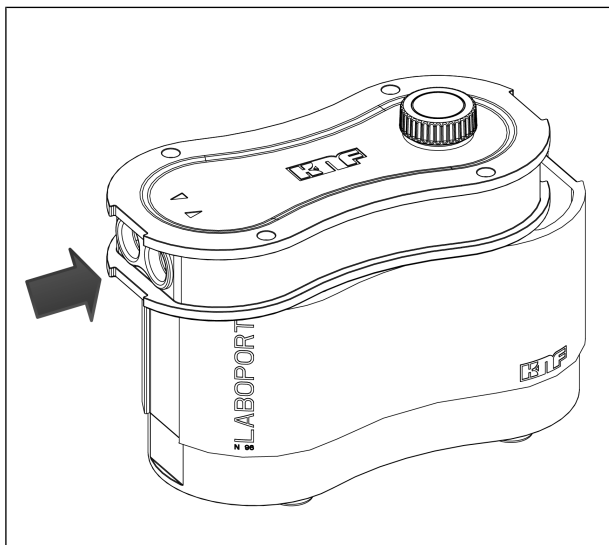

Fig.12: Glissement du couvercle du carter sur les raccords de gaz (fermer la pompe)
2. Faites glisser le couvercle du carter (2) sur les raccords de gaz jusqu'à ce que la géométrie du couvercle du carter (2) coïncide avec celle du carter de la pompe (3) (voir Fig. 12).